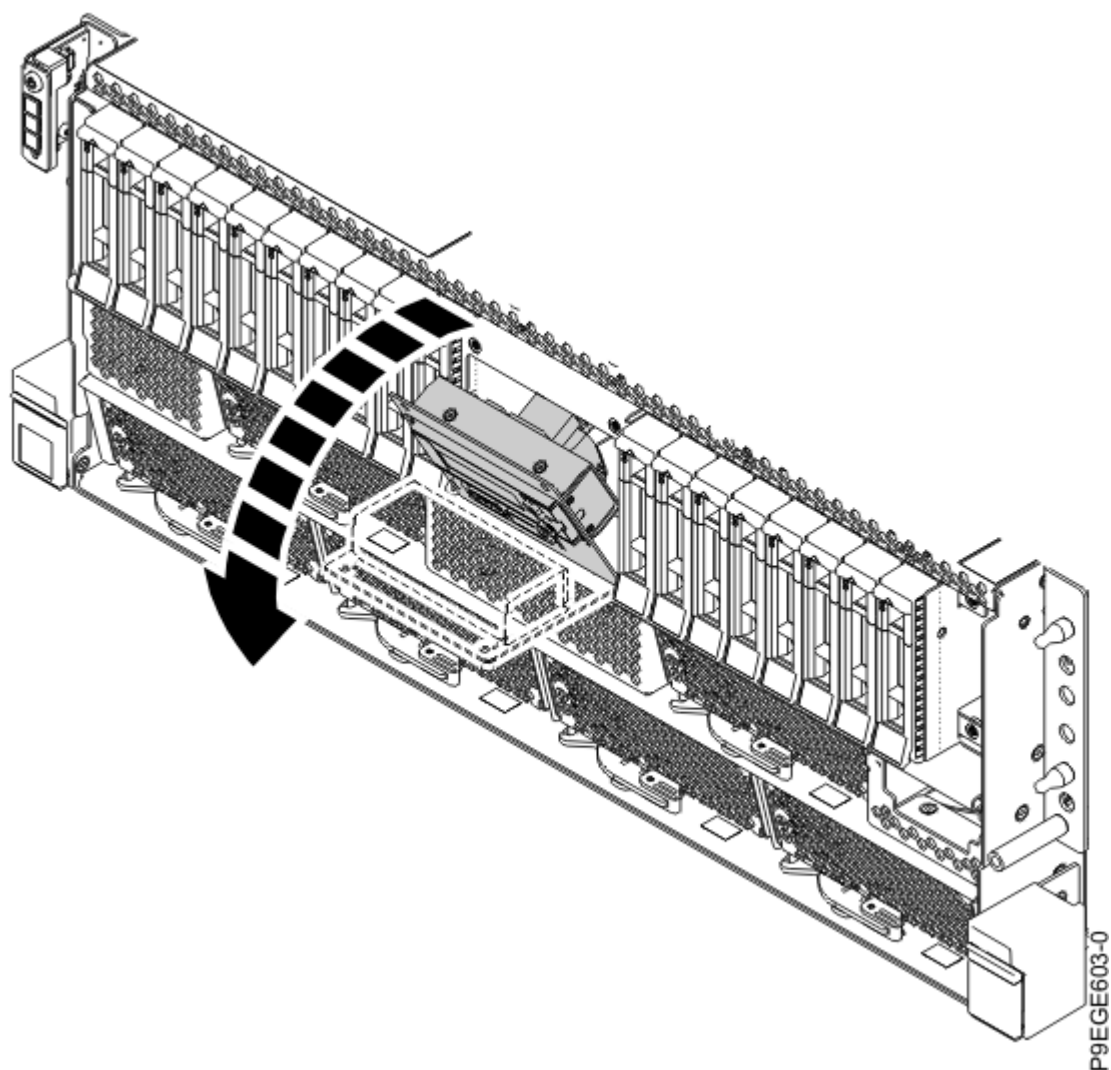

図 20. 前面 USB ホルダーのオープン
9. 前面 USB ホルダーを開きます (22 ページの図 20 を参照)。